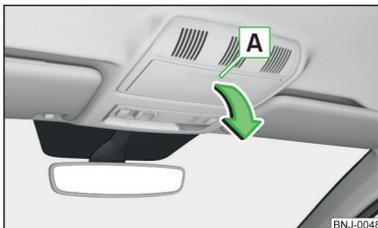

Abb. 75
- Auf den Deckel des Brillenfachs im Bereich **A** » Abb. 75 drücken.
- » Abb. 75, bis dieser hörbar einrastet.